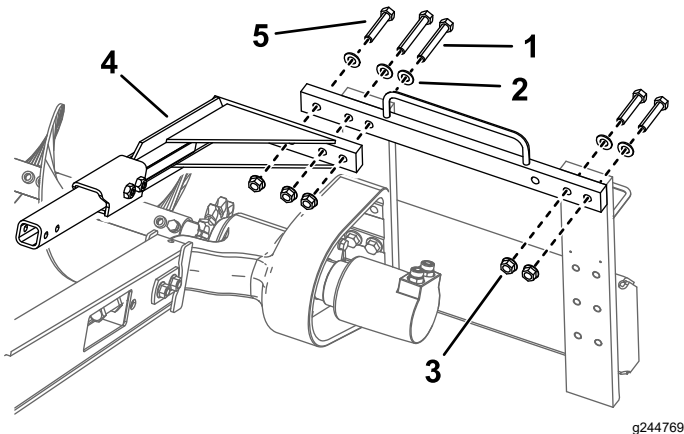

Figura 9
1. Parafuso (6)
8. Remova os dois parafusos ($\frac{5}{8}$ x 3 pol.), duas anilhas e duas porcas que prendem o lado direito da estrutura superior e mova-os para os furos correspondentes à esquerda (Figura 9).
9. Instale a barra de segurança sobre a corrente do abre-valas utilizando os três parafusos, anilhas e porcas flangeadas removidas previamente (Figura 9).